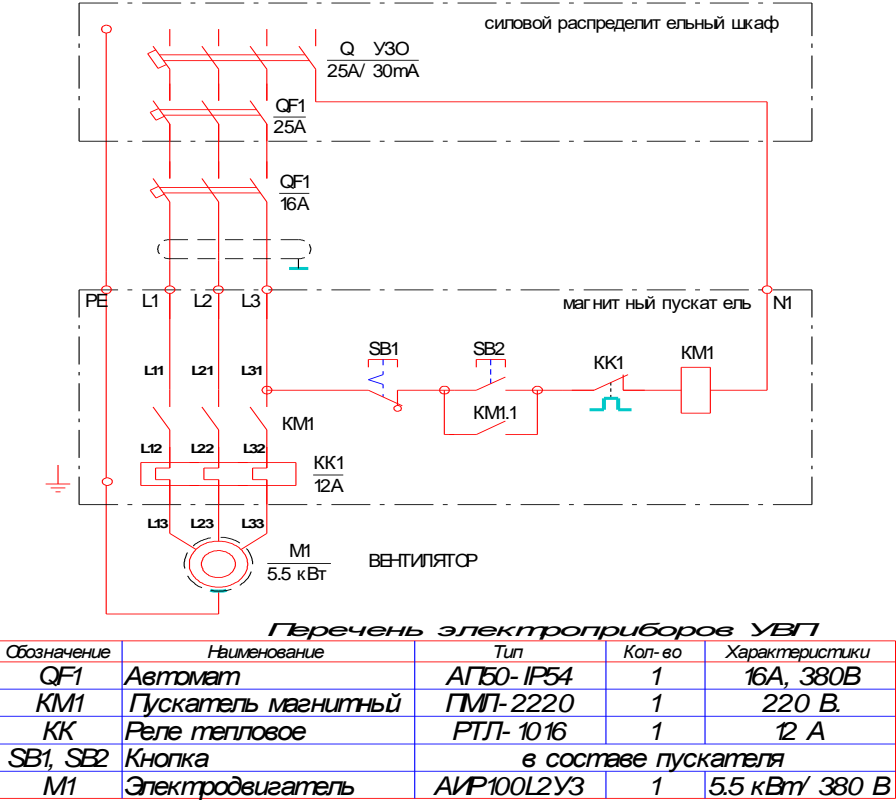

Рис.2
- 6.2.8 Подключение установки к электросети (рис.2) при этом: